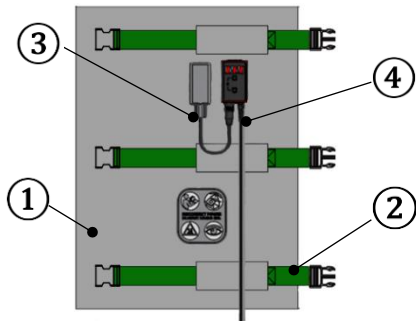

Abbildung 6.3.1: Gasflaschenheizer WOBD (Außenseite)
6.3 Aufbau (Abbildung 6.3.1 und 6.3.2)